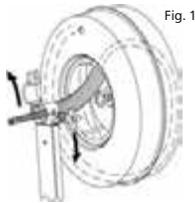

Fig. 1
5. Con una mano sobre el cable, afloje la perilla en la tapa del poste delantero y abra la tapa. El Flexitube saldrá de la tapa con acción de resorte (fig.1).